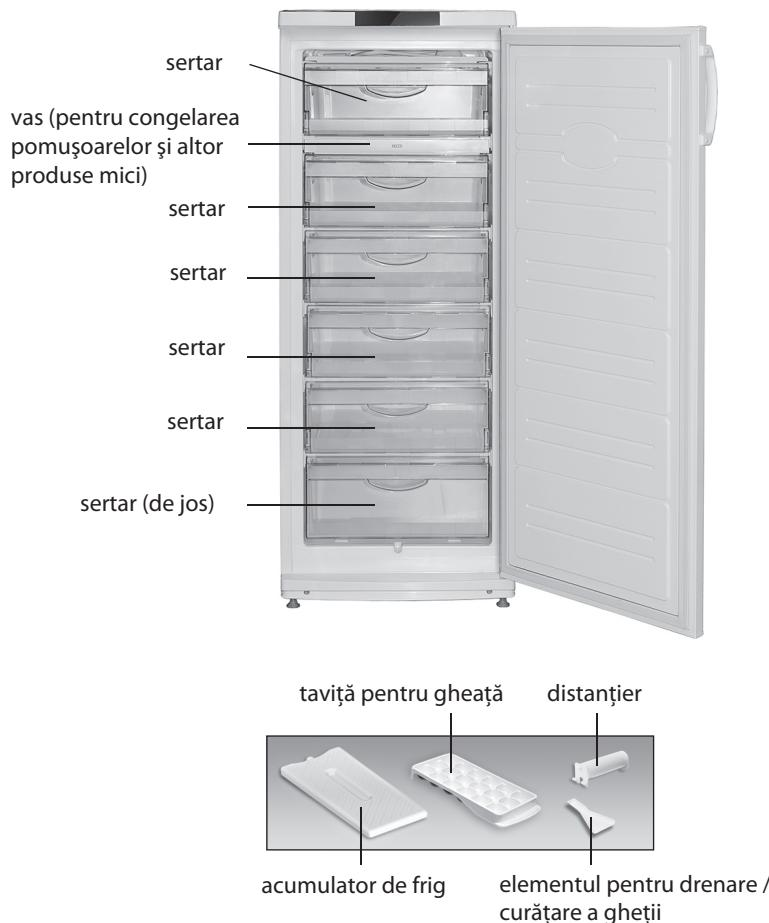

Figura 1 – Congelator și piese componente
**1.1** Congelatorul cu compresor în conformitate cu figura 1 este destinat pentru congelarea produselor proaspete, păstrarea produselor congelate în sertare, prepararea gheții alimentare.